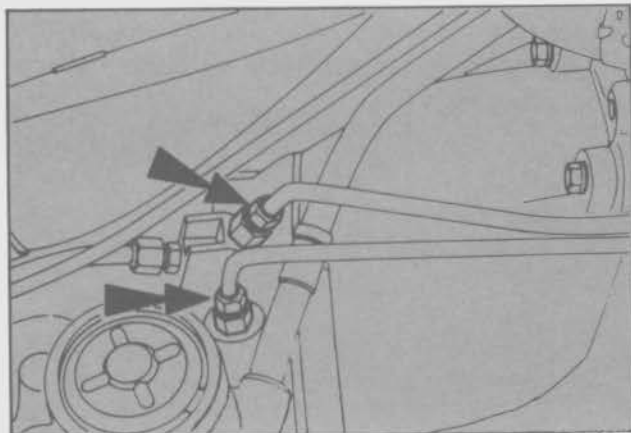

Fig. 20 - Tuberías del enfriador de aceite de la caja de cambios
- Aflojar las tuberías del enfriador de aceite (2) del alojamiento de la caja de cambios (Fig. 20). Retirar el soporte del montaje del motor si fuese necesario.